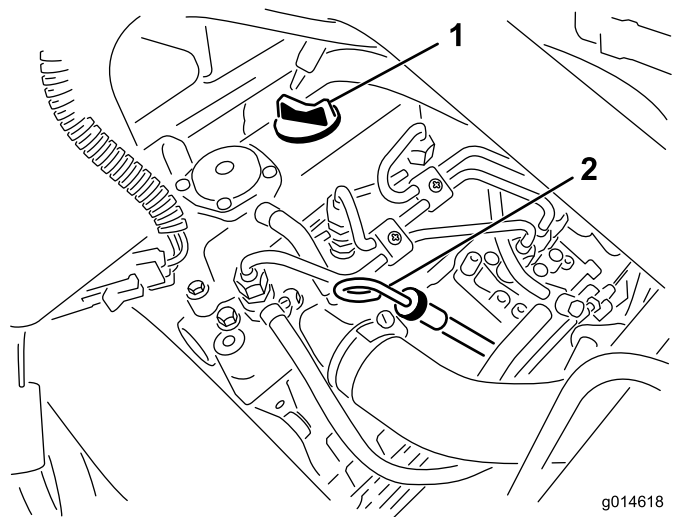

Figura 30
2. Togliete l'asta di livello ed asciugatela con un panno pulito (Figura 30).